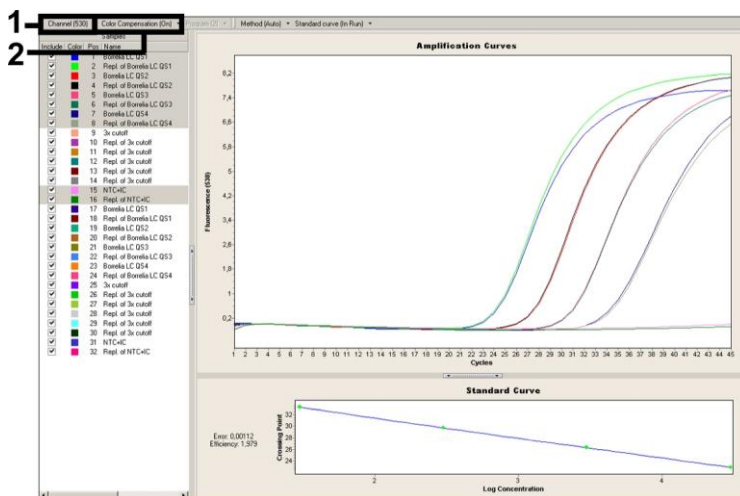

Fig. 12: Activación del *Color Compensation File* y selección del canal de fluorescencia.
Para el análisis de los datos de la PCR, por favor proceda como se muestra a continuación (véase la Fig. 12):
- El *LightCycler Software Version 4.0* contiene un archivo denominado *Color Compensation File* que compensa las interferencias que se producen entre los canales de fluorescencia. Abra este archivo antes, durante o después del ensayo de PCR activando la opción *Color Comp (On/Off)* y a continuación el botón *Select Color Compensation* (véase la Fig. 12). Si no se encuentra instalado ningún *Color Compensation File*, créelo usted mismo, pero por favor siguiendo las instrucciones del *LightCycler Operator's Manual*.